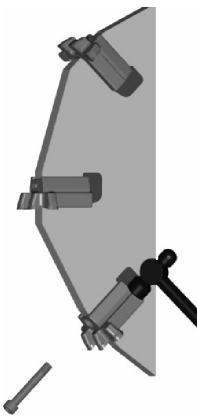

Abb. 15 – Freigabe bolzen
**1.** Die Befestigungsschraube hinter dem Messer lösen und entfernen und dabei mit einem kleinen Hammer hinter dem Messer leicht klopfen (abb. 15). Vermeiden Sie es bitte, dabei die Spitze zu treffen. Das Tragen von Schutzbrillen ist ratsam.